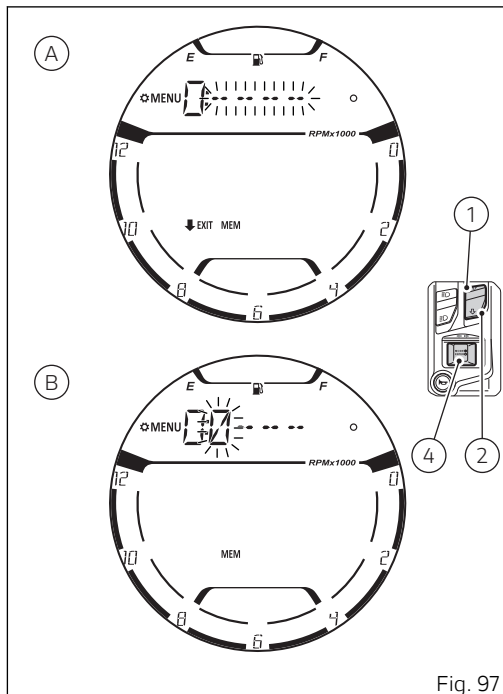

Fig. 97
- Si el código PIN no es correcto, el salpicadero visualiza durante 2 segundos la indicación "ERROR" parpadeante y sucesivamente vuelve a evidenciar la línea de cuatro puntos " - - - - " relativos al PIN para permitir un nuevo intento de introducción del (A, Fig. 97).